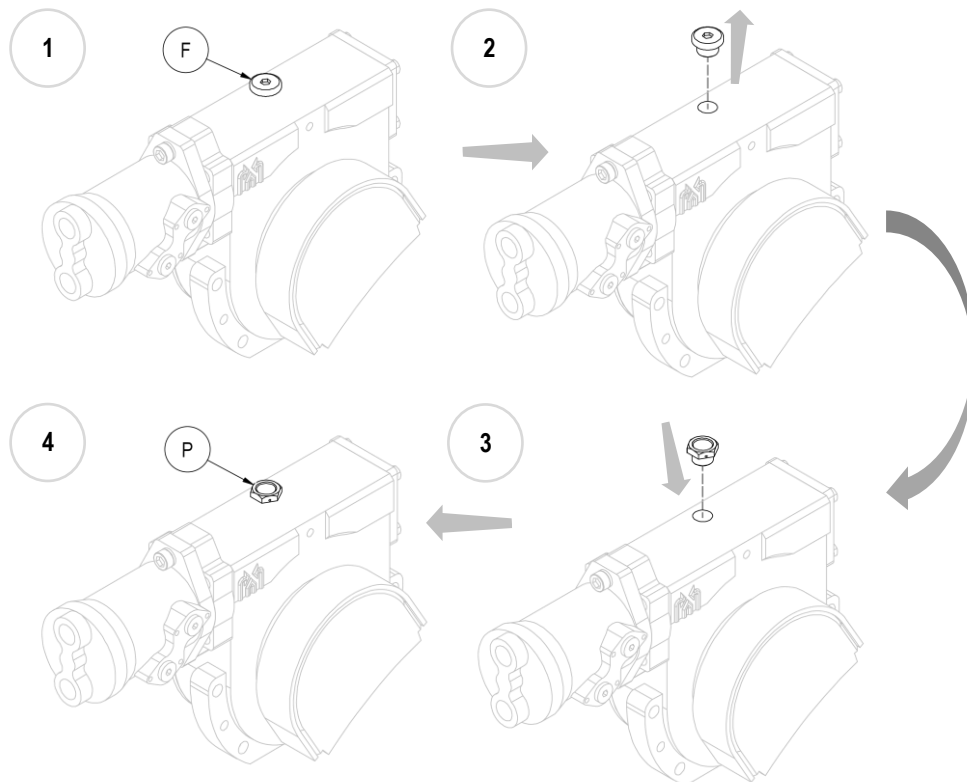

Figura 10
10. **N.B.** Ad attrezzatura montata, sostituire il tappo cieco di rabbocco olio in ferro (F) con quello in plastica fornito in dotazione (P), provvisto di sfiato (vedi *Figura 10*).